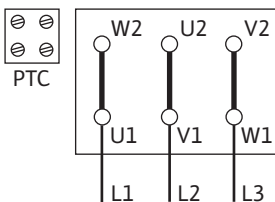

Fig. 12: Δ-liitäntä
- Verkko-liitäntä riippuu moottoritehosta P2, verkkojännitteestä ja käynnistystavasta. Katso tarvittava yhdyssiltojen kytkentä liitäntäkotelossa seuraavasta taulukosta sekä kuvista Fig. 12, 13 ja 14.